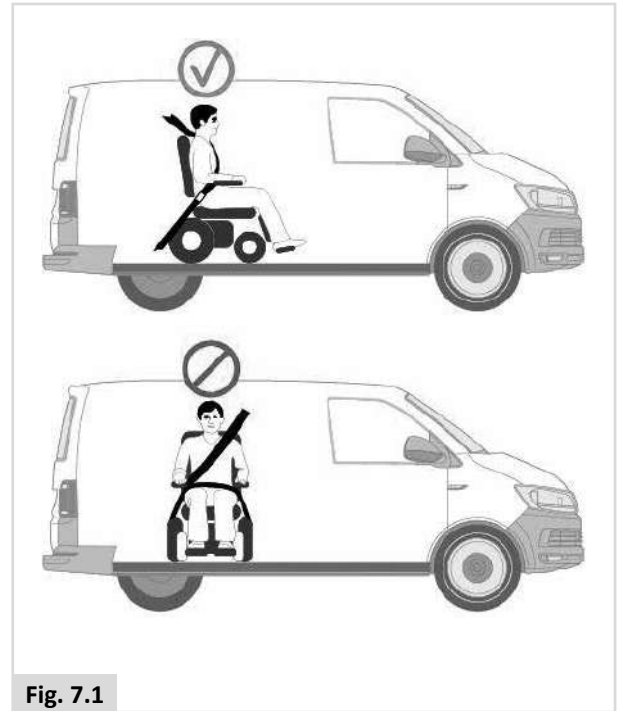

Fig. 7.1
- De rolstoel moet in voorwaartse richting worden vastgezet. Deze rolstoel is goedgekeurd voor gebruik in auto's en voldoet aan de vereisten van transport in voorwaartse richting en frontale botsingen. De rolstoel is niet getest voor andere posities in een voertuig (Fig. 7.1).